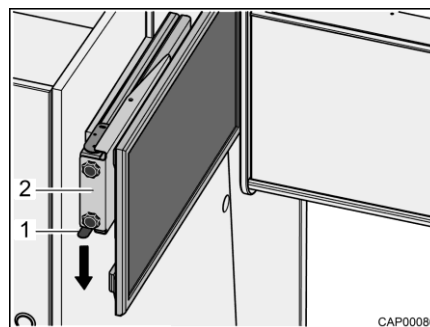

Fig. 47 Base estraibile con schermo piatto
■ Premere verso il basso la molla d'arresto (Fig. 47,1) ed estrarre orizzontalmente la base estraibile (Fig. 47,2) con lo schermo piatto in direzione del centro del veicolo.
- Fare scorrere orizzontalmente la base estraibile (Fig. 47,2) con lo schermo piatto fino all'arresto. La molla d'arresto (Fig. 47,1) scatta in posizione.